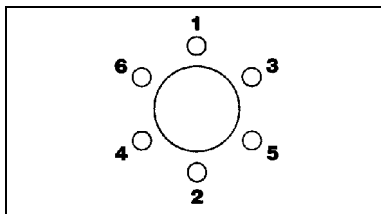

FIGURE 7 : SÉQUENCE DE SERRAGE
1. Essuyer l'huile ou tout autre contaminant des surfaces de contact du moyeu et du chapeau (11).
2. Placer le joint plat (13) et fixer le chapeau de moyeu (11) à l'aide des vis (12) et rondelles (14) en serrant les vis à la main. En suivant la séquence de serrage de la figure 7, serrer les vis à un couple de 6 lbf·pi (8 N·m) maximum. Puis, avec la même séquence de serrage, effectuer un serrage final de 15-18 lbf·pi (20-24 N·m)